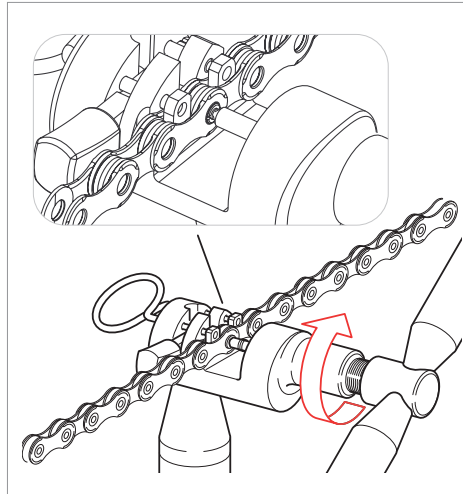

Fig.19
- Vissez l'outil en portant le poinçon en contact avec l'extrémité qui dépasse de la bague ULTRA-LINK 5-CN-SR700 en faisant au peu près 3/4 de tour puis appliquez une force modérée sur celle-ci jusqu'à la déformer (Fig. 19).